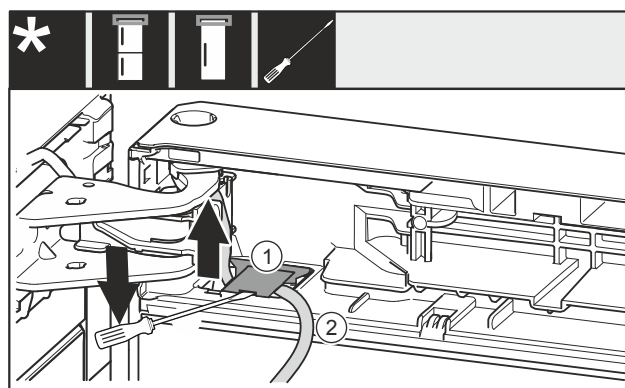

Fig. 26
- ▶ Emelje meg a fedelet lapos csavarhúzóval Fig. 26 (1), és húzza ki.
- ▶ Húzza ki a kábelt Fig. 26 (2).